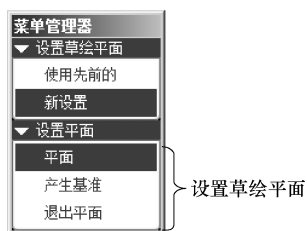
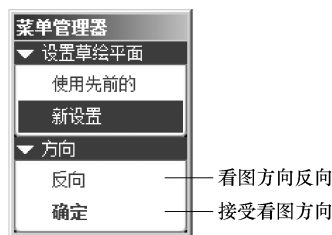

图 6-5 【设置草绘平面】菜单
图 6-6 【方向】菜单
(1) 选取【草绘轨迹】选项。在【扫描轨迹】菜单中选取【草绘轨迹】选项，出现【设置草绘平面】菜单。
(2) 设置草绘平面。在【设置草绘平面】菜单中选取【新设置】|【设置平面】|【平面】选项，如图 6-5 所示，在图形区选择基准平面或者立体平面型表面作为草绘平面，出现【方向】菜单，如图 6-6 所示。